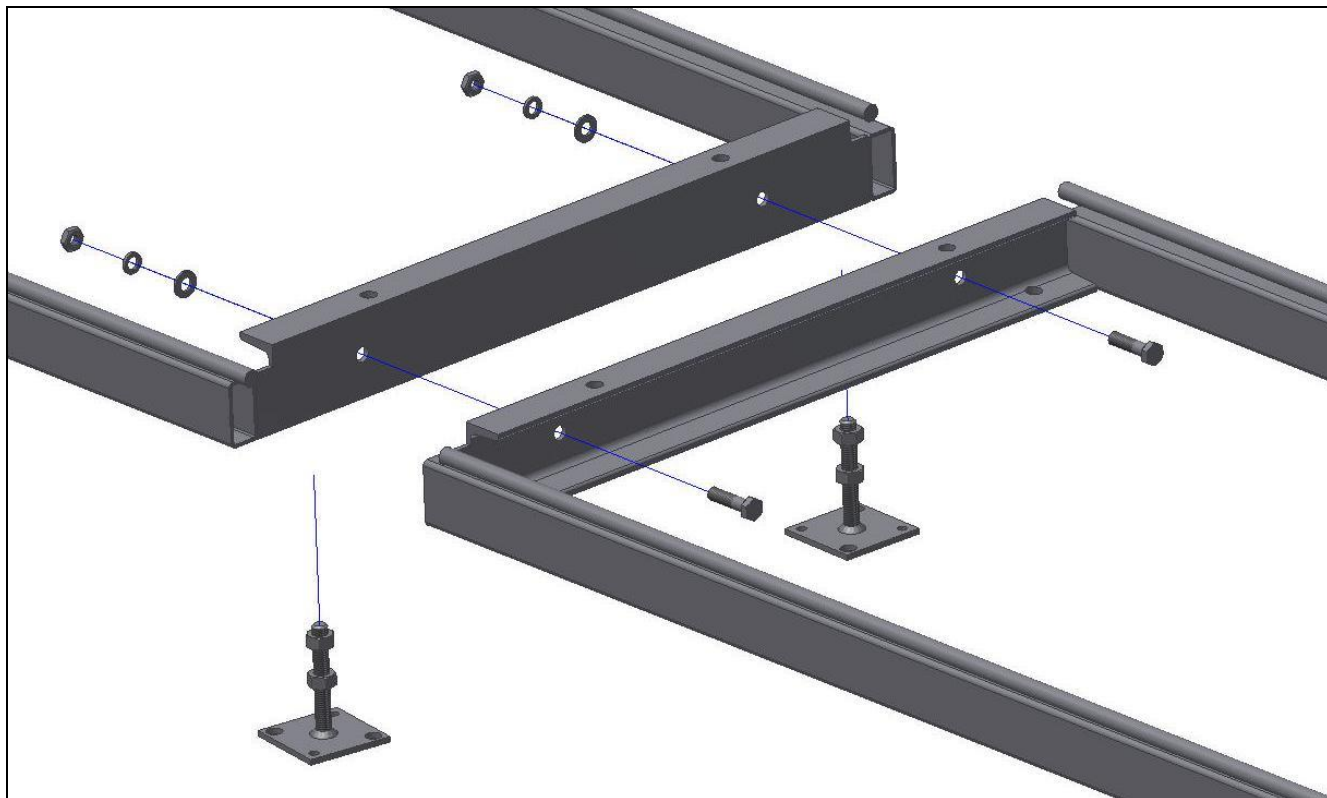

Рисунок 2 – Соединение секций рельсового пути
6.2.5 Закрепить 3 секции рельсового пути между собой с помощью болтов крепления (рисунок 2).